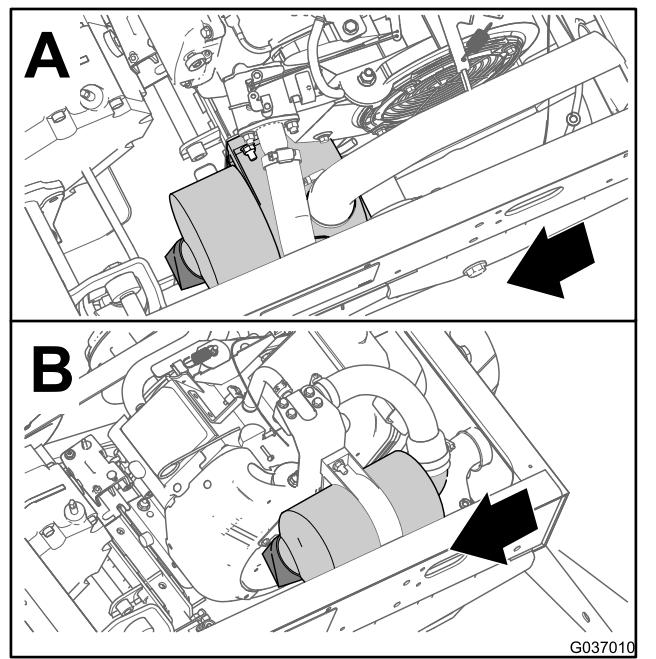
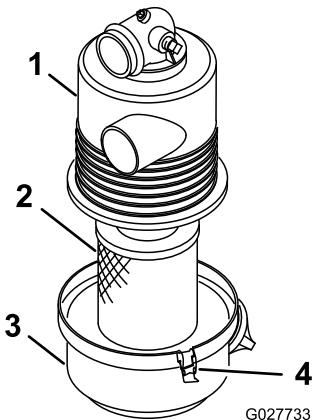

Figure 36
Figure 37
2. Vérifiez si le boîtier du filtre à air présente des dommages susceptibles d'occasionner des fuites d'air (Figure 36 et Figure 37).
3. Desserrez les dispositifs de verrouillage qui fixent le couvercle sur le boîtier du filtre à air (Figure 37).
4. Séparez le couvercle du boîtier du filtre à air et nettoyez l'intérieur du couvercle (Figure 37).
3. Insérez l'élément filtrant dans le boîtier du filtre à air (Figure 37).
4. Alignez le couvercle du filtre à air sur le boîtier du filtre à air (Figure 37).
5. Fixez le couvercle au boîtier avec les dispositifs de verrouillage (Figure 37).